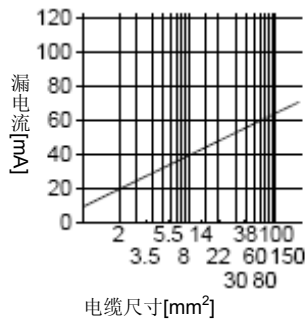

图11.5 CV电缆采用金属配线时每1km的漏电流举例(I_{g1}, I_{g2})
- I_{g1} : 从电断路器到伺服放大器输入端子为止的电路漏电流(从图11.5得出)
- I_{g2} : 从伺服放大器输出端子到伺服电机为止的电路的漏电流(从图11.5得出)